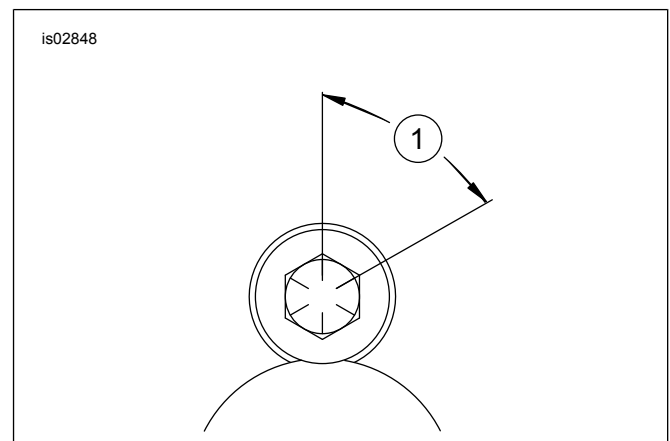

Figura 2. Seqüência de torque adicional
5. Veja a Figura 2. Depois de apertar todos os parafusos com torque de 31,2 N·m (23 lb-pé), marque uma linha reta com lápis de cera em todas as cabeças dos parafusos da roda dentada, continuando a linha sobre a roda dentada.